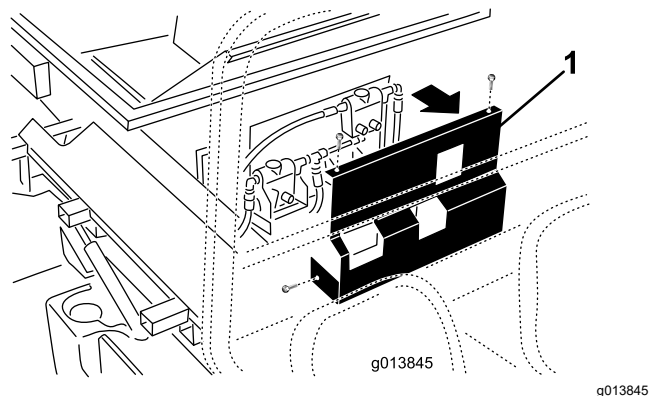

Bild 13
10. An der SH-Version (Modell 44701): Entfernen Sie die Befestigungen, mit denen die Abdeckung vorne an der Maschine befestigt ist, und legen Sie die Abdeckung zur Seite (**Bild 13**).